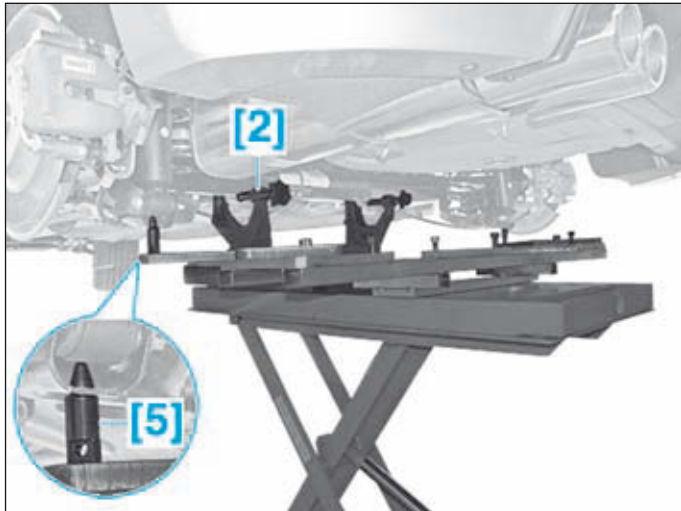

FIG.68
- Positionner les outils sous l'essieu arrière en veillant à protéger les parties de l'essieu en contact avec l'outil [2] et engager les outils [5] sous les amortisseurs (Fig.68).